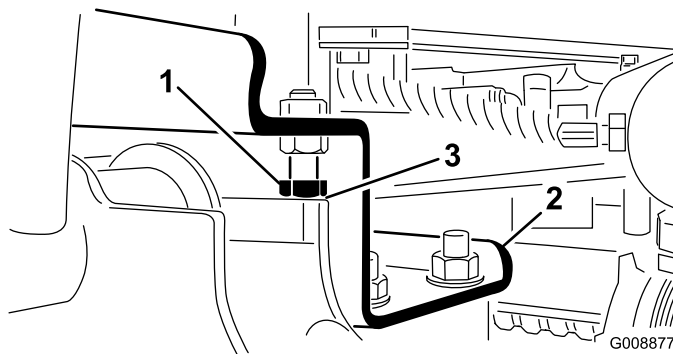

Figura 11
A. Solte os parafusos de bloqueio (Figura 11).
2. Certifique-se de que a folga entre cada braço de elevação e pino de bloqueio é de 0,13 a 1,02 mm (Figura 11). Se a folga não corresponder às medidas recomendadas, ajuste os pinos de fecho até obter a folga necessária.